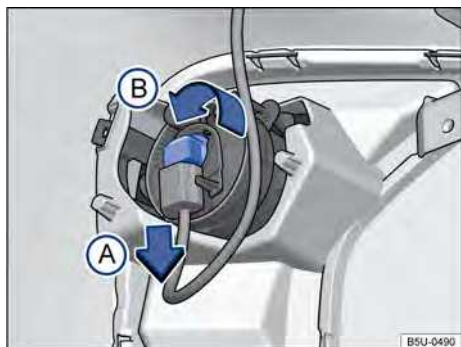

Fig. 137 Detrás del paragolpes delantero: acceso a la lámpara incandescente del farol de neblina.
- ① Observar la lista de control y ejecutar las acciones → pág. 155.
- ② Desencajar el conector de alimentación de la lámpara → fig. 137 en el sentido de la flecha **A**, y presionar, al mismo tiempo, la traba de fijación del conector.
- ③ Girar el portalámparas → fig. 137, en el sentido antihorario de la flecha **B**, y desencajarlo del alojamiento.
- ④ La lámpara del faro antiniebla está fijada en el portalámparas, debiendo cambiarse el conjunto de lámpara y portalámparas
- ⑤ Cambiar la bombilla quemada por una bombilla nueva del mismo modelo.
- ⑥ Posicionar el nuevo conjunto de lámpara y portalámparas en el alojamiento.
- ⑦ Presionar el portalámparas hasta el tope y girarlo en sentido horario.
- ⑧ Cerciorarse de que el portalámparas esté correctamente fijado en el conjunto.
- ⑨ Encajar el conector de alimentación de la lámpara.